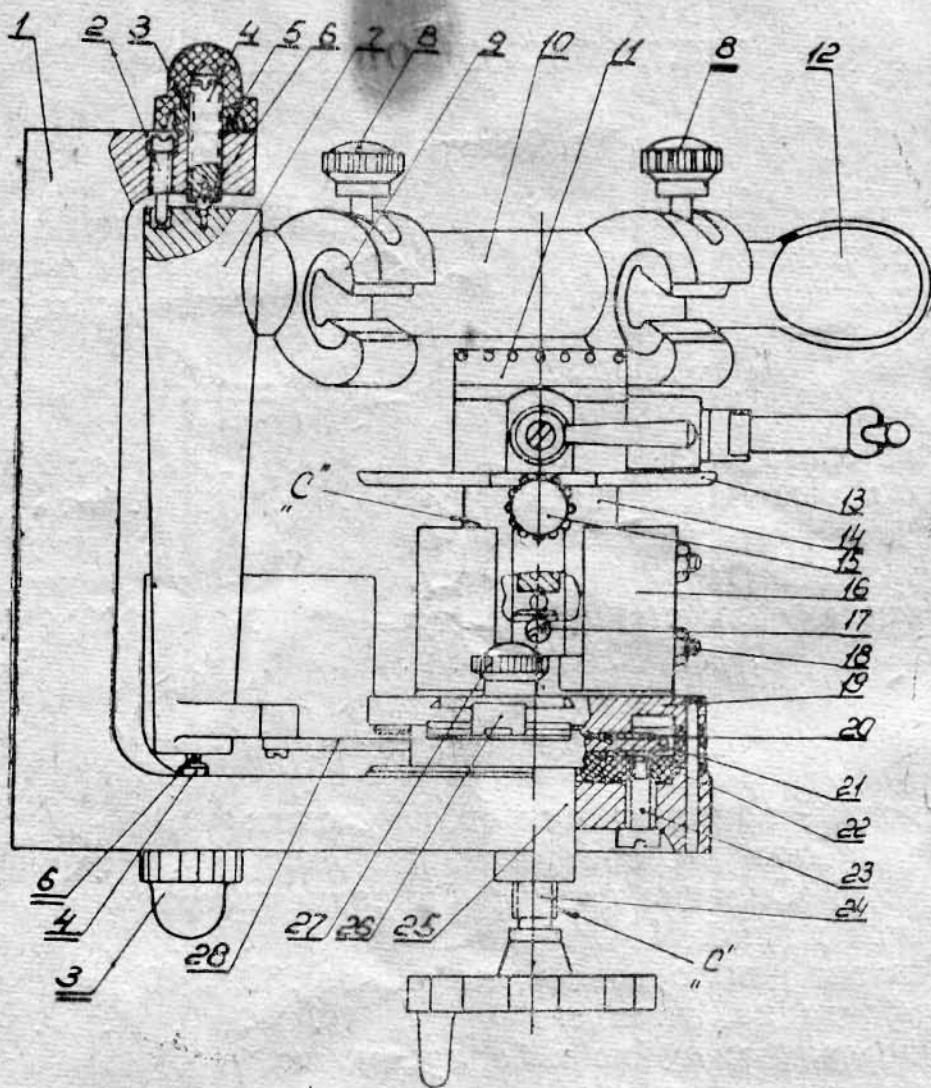
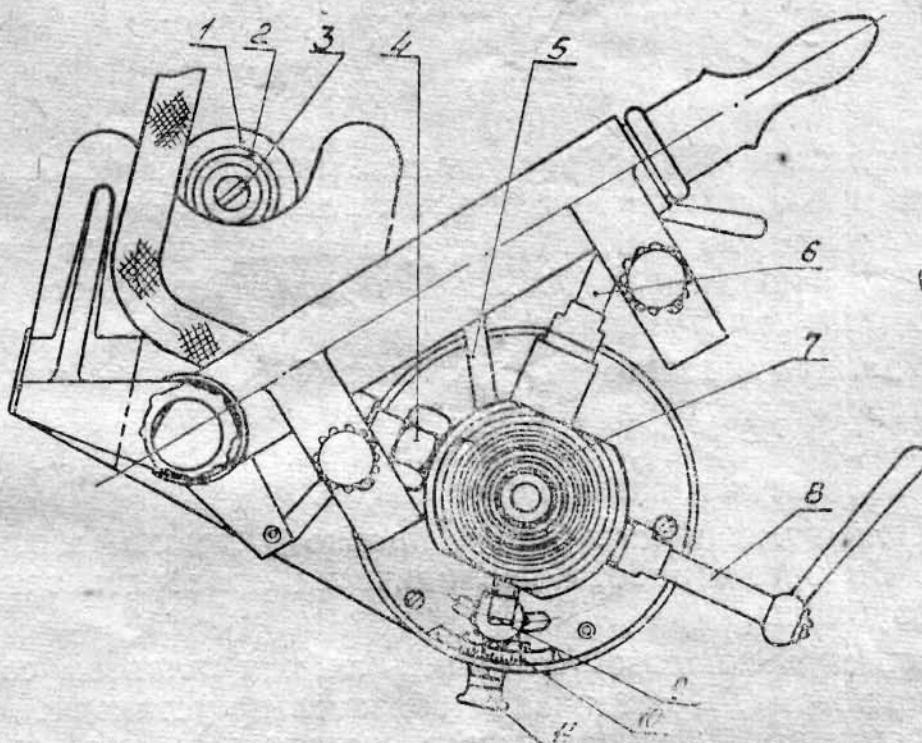

Рис. 1. Общий вид микротома.
Рис. 2. Вид микротома сверху.
4.1. Микротом состоит из следующих основных узлов: станины 1 (рис. 1), столика замораживающего 11, ножодержателя 10 и механизма подъема столика.
4.3. Замораживающий столик состоит из корпуса, на верхнюю часть которого навернута ребристая крышка 7 (рис. 2), с отверстиями, расположенными по окружности.. В корпус ввернуты два игольчатых клапана 6 и 8 и штуцер 4 гибкого рукава для подвода углекислоты от баллона к столику. Для охлаждения ножа имеется трубка 5. Столик накрывается полистироловым колпачком, прилагаемым к аппарату.
1.1. **Внимание!** После распаковки микротома необходимо вывернуть две транспортировочные шпильки из станины и в отверстие прилива 1 (рис. 2) ввернуть зажимной винт и укрепить шайбу 2 винтом 3. (Указанные детали находятся в пакете, привязанном к микротому).
1.2. Удалить консервационную смазку с деталей микротома, протереть насухо и вновь смазать места, указанные стрелкой «С» (рис. 1). Для смазки применять только нейтральное костное или вазелиновое масло.
2.1. Установить замораживающий столик 11 (рис. 1) в такое положение, чтобы трубка 5 (рис. 2) подвода углекислоты для охлаждения ножа находилась под ножодержателем, и зафиксировать замораживающий столик винтом 15 (рис. 1).
2.3. Установить величину подачи (подъема столика), для чего необходимо отпустить фиксирующую гайку 9 (рис. 2), путем перемещения ручки 11 совместить рискну на ручке с необходимой риской на шкале 10 и зафиксировать гайкой 9. (Шкала имеет деления от 0 до 30 микрон, цена одного деления 2,5 микрона).
2.4. Ручку 12 (рис. 1) отвести в положении «от себя» до упора. Положить на столик объект, накрыть полистироловым колпачком и произвести замораживание объекта, для чего рукояткой открыть игольчатый клапан 8 (рис. 2); при этом колпачок необходимо придерживать рукой. Когда объект во всех точках затвердеет, закрыть кран и снять колпачок.
Вращая ручку микровинта 24 (рис. 1), подвести замораживающий столик с объектом как можно ближе к ножу.